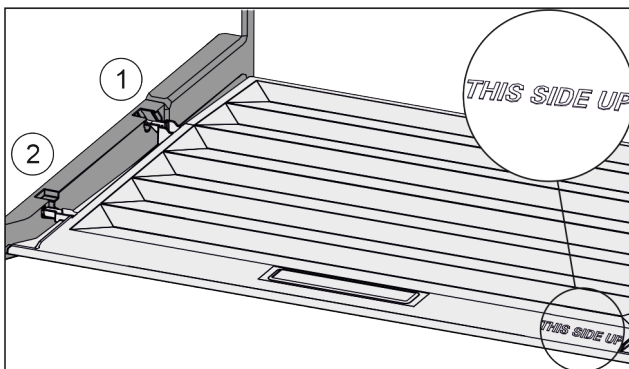

Fig. 36
- ▶ Dekselranden via de opening van de achterste houder Fig. 36 (1) aanbrengen en van voren in de houder Fig. 36 (2) klikken.